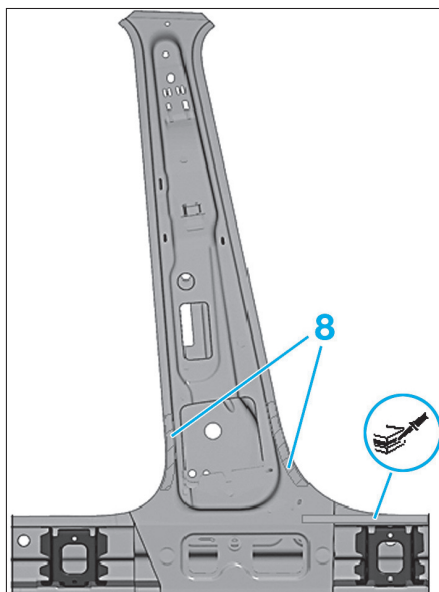

FIG. 55
- Apposer un cordon de colle bi-composant sur les zones repérées (8) (Fig.55).